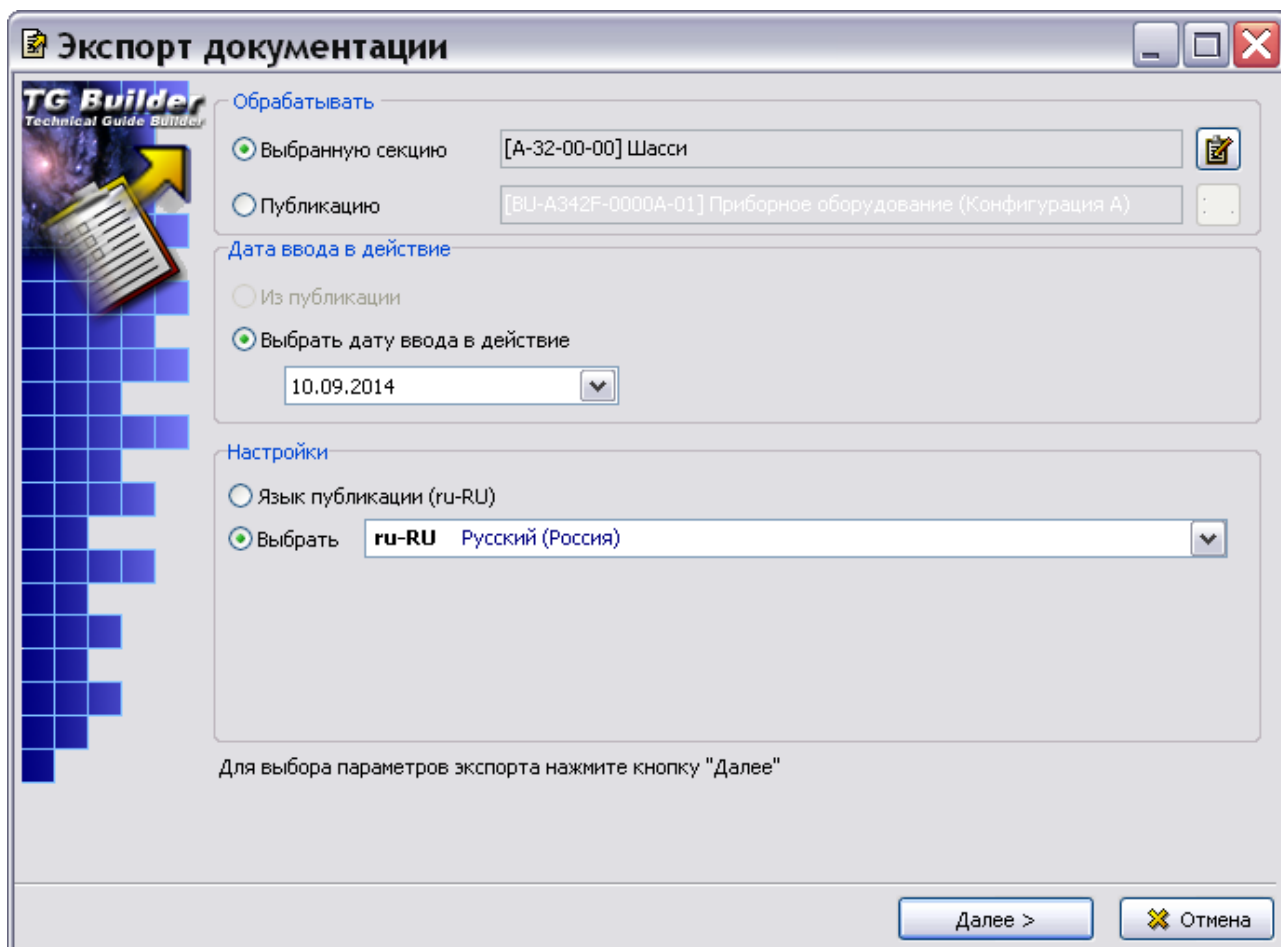

Рис. 22.103
2. В правой части диалогового окна нажмите на кнопку **Экспорт** . При этом откроется окно **Экспорт документации** (Рис. 22.103).